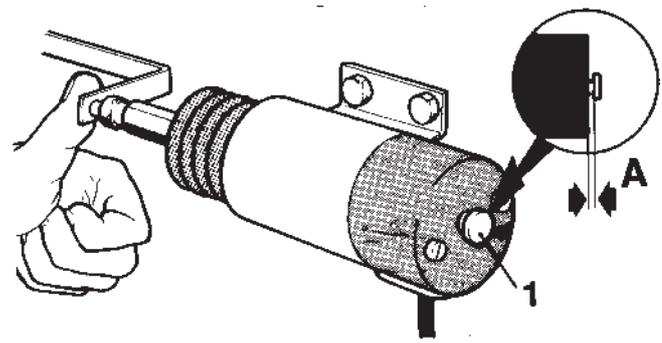

Fig. 224. Contrôle de l'écartement des contacts, électroaimant d'arrêt
- Enfoncer à la main la tige de commande de l'électroaimant et vérifier que l'indicateur de position de butée 1, figure 224, à l'arrière de l'électroaimant, sort d'environ 1,5 à 2 mm lorsque la tige de commande est entièrement enfoncée.